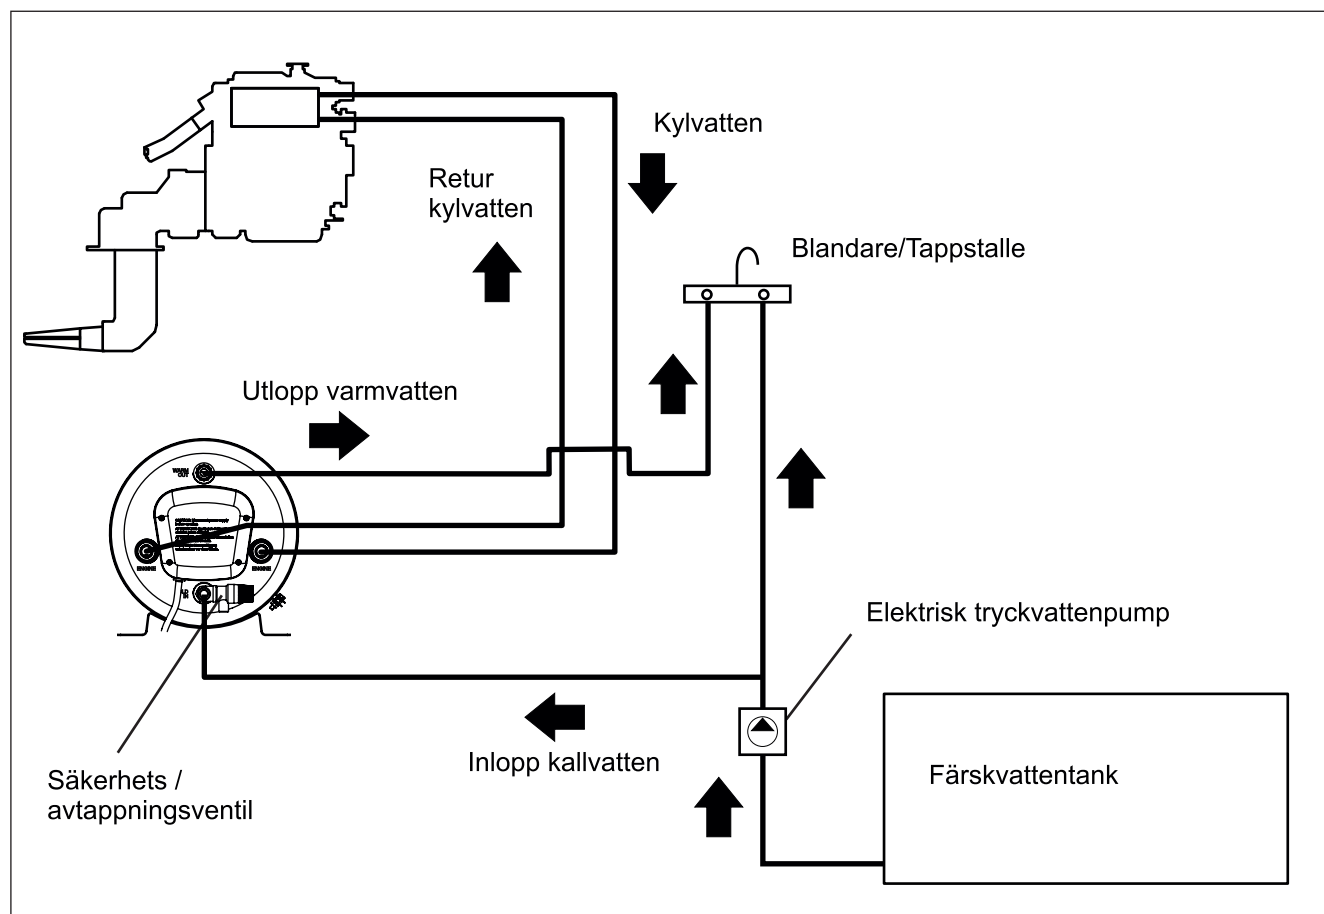

Fig. 1
Varmvatten beredaren kan monteras var som helst i båten så länge den sitter monterad så att motorvattenslingan inte hamnar över nivån på motorns expansionskärl. (Fig. 1). Det är en fördel att hålla slangarna mellan motorn och beredaren så korta som möjligt för lägsta värmeförlust och minsta strömingsmotstånd. Varmvatten beredarens värmeväxlare kan anslutas antingen parallellt eller i serie med motorns kylvattenkrets. Valet avgörs av hur motortillverkaren anger att beredaren ska anslutas.
4.3 Motoranslutningar (se anslutningsschema, fig. 1):
4.4 Färskvattenanslutning (se anslutnings-schema, fig.1)